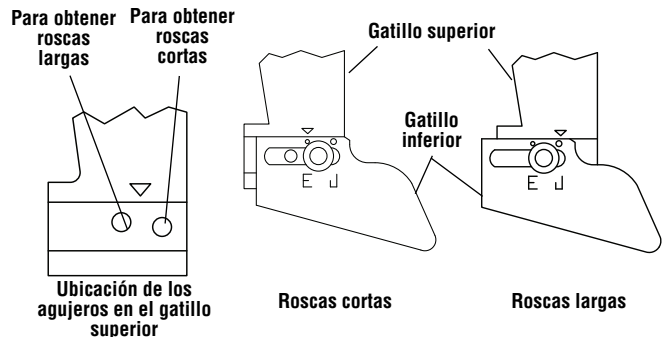

Figura 18 – Ajuste de la longitud de la rosca
2. Para roscas cortas, desplace el gatillo inferior hacia el husillo de la máquina. Para roscas largas, desplace el gatillo inferior para alejarlo del husillo (vea la Figura 18, que muestra los ajustes de fábrica). Las roscas largas típicamente se prefieren en el Lejano Oriente y las roscas cortas se prefieren en Europa. Haga el ajuste que usted desee.